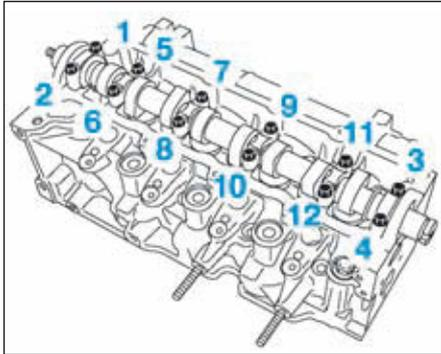

FIG.84
- Serrer dans l'ordre et au couple prescrit, les vis de fixation des chapeaux de paliers d'arbre à cames (Fig.84).